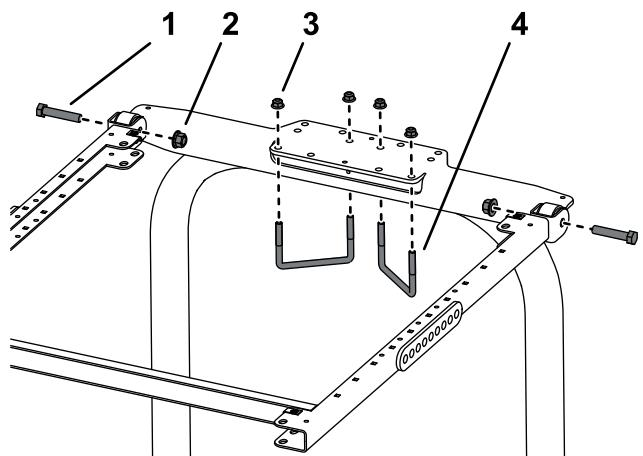

Figura 46
1. Coloque el soporte de montaje del ROPS encima de la barra antivuelco del fumigador de césped (Figura 46).
2. Instale el conjunto del chasis en el soporte de montaje del ROPS (Figura 46).
3. Usando los taladros de montaje indicados en la Figura 46, Monte el soporte de montaje del ROPS en la parte superior de la barra antivuelco con 2 pernos en U (4-1/2" x 2-3/4") y 4 tuercas con arandela prensada.